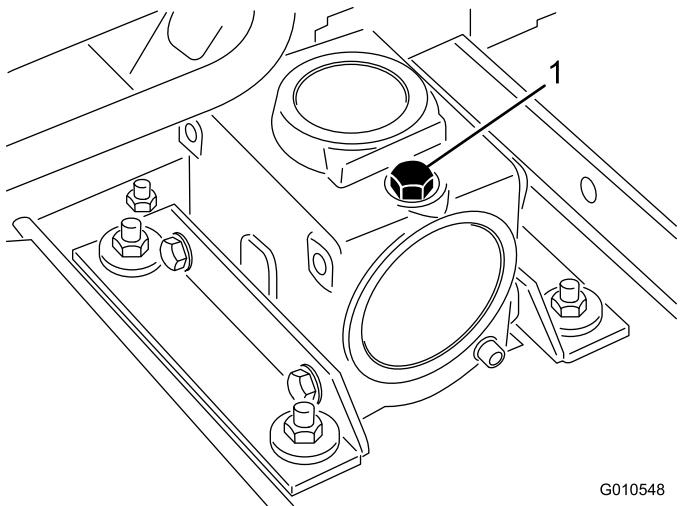

Figura 22
2. Retire la varilla/ tapón de llenado de la parte superior de la caja de engranajes (Figura 22) y asegúrese de que el lubricante está entre las marcas de la varilla. Si el nivel de lubricante es bajo, añada suficiente lubricante para que el nivel quede entre las marcas.